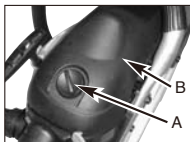

Fig. 15A
- Fjern knotten (A) som holder luftfilterdekslet på plass, fjern øvre deksel (B) ved å løse skruene på dekslet. Dekslet kan løftes av. (Fig. 15A)